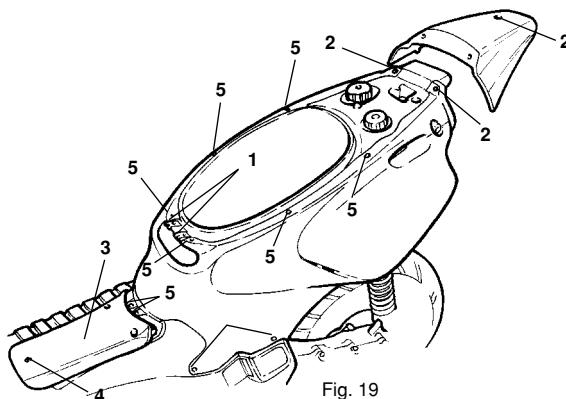
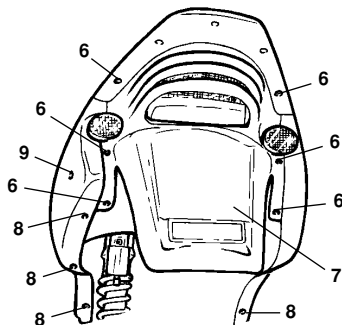

Fig. 19
Fig. 20
- Ribaltare e rimuovere la sella tramite le viti (1).
- Estrarre il coperchio del vano batteria (3) tramite la vite (4).
- Svitare le viti (5 - Fig. 19) sulle fiancate.
- Svitare il codino tramite le viti (2).
- Svitare le viti (6) e rimuovere il parafango posteriore (7) (in questo modo è possibile rimuovere il parafango e codino insieme).
- Svitare le viti inferiori (8 - Fig. 20) da ambo i lati del veicolo.
- Estrarre le fiancate laterali (9).
- Raise and remove the seat by loosening the screws (1).
- Take the battery cover (3) away by loosening the screw (4).
- Remove the screws (5 - Fig. 19) in the rear panel.
- Unscrew tail by means of screws (2).
- Remove the screws (6 - Fig. 20) and remove the rear fender (7) (in this way it is possible to remove the rear fender and the seat tail).
- Remove the lower screws (8 - Fig. 20).
- Remove the rear panels (9).